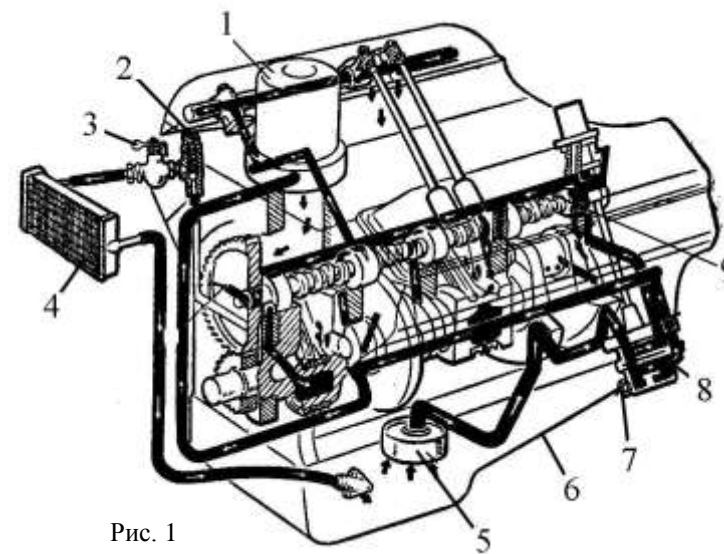

Рис. 1
2. Якою цифрою позначений на рис. 1 маслоприймач?
3. Якою цифрою позначений на рис. 1 масляний фільтр?